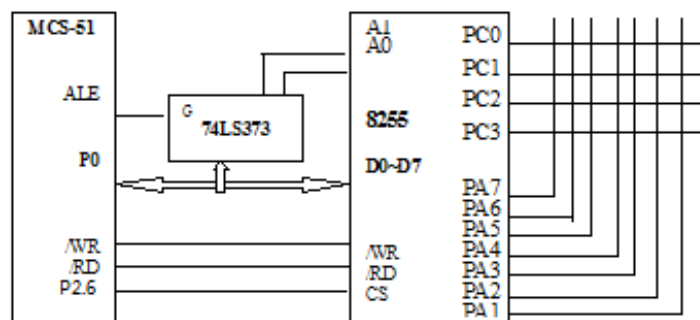

图 10.3 8255 与 MCS-51 以及独立式键盘连接图
3. 8255 与矩阵式键盘连接如图 10.3 所示 (矩阵式键盘为简图, 交叉处即为一个按键)